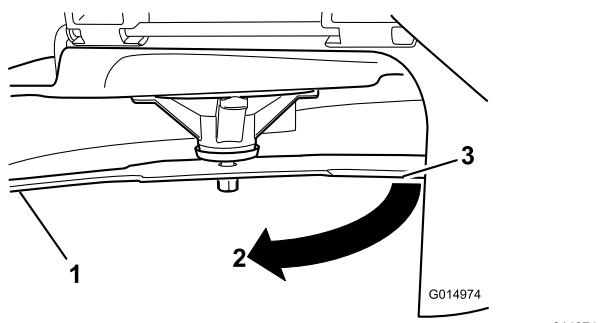

Figure 63
3. Distance mesurée entre la lame et la surface (A)
4. Tournez la même lame de 180 degrés pour amener l'autre tranchant à la même position (Figure 63).